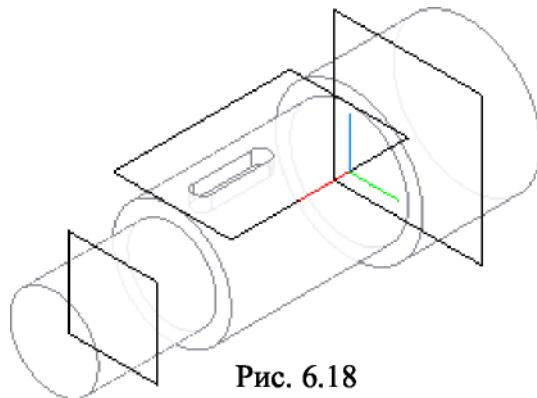

Рис. 6.18
4. Паз формируем с использованием команды  Вырезать выдавливанием (рис. 6.18).